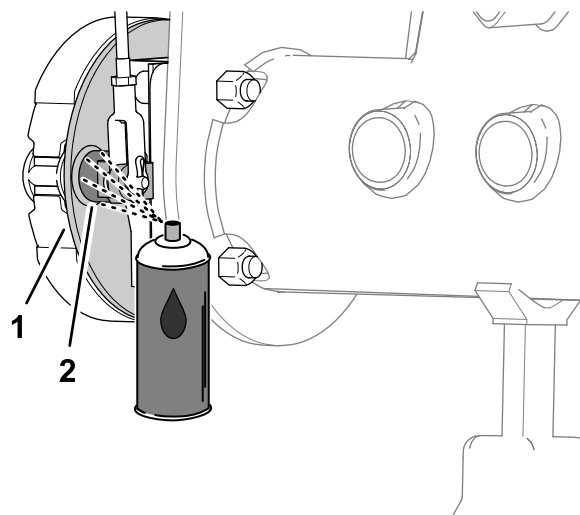
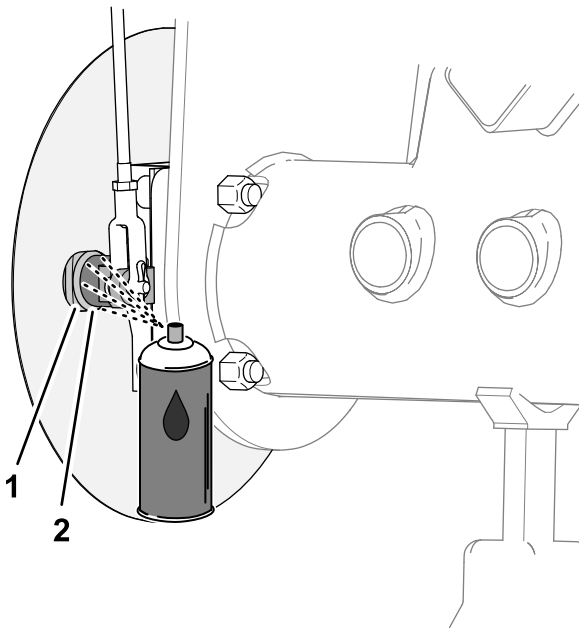

Figure 79
Figure 80
1. Sur la face intérieure du plateau de frein (modèles sans l'option déflecteur d'herbe de jante) ou du déflecteur d'herbe (modèles avec l'option déflecteur d'herbe de jante), pulvérisez du dégrissant entre l'arbre à came de frein et le plateau de frein (Figure 79 ou Figure 80).